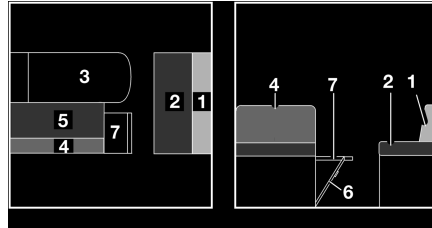

Fig. 124 Durante la transformación
- Plegar la prolongación del banco de asiento (Fig. 124,7) hacia arriba y colocar una cuña con la trampa.
- Tirar del cojín del asiento (Fig. 124,2) del banco longitudinal hacia el centro.
- Colocar el cojín del respaldo (Fig. 124,1) del banco longitudinal entre el cojín del asiento y la pared.
- Tirar el cojín del asiento (Fig. 124,5) hacia adelante sobre la mesa.
- Quitar el cojín del respaldo (Fig. 124,4) y ponerlo a un lado.